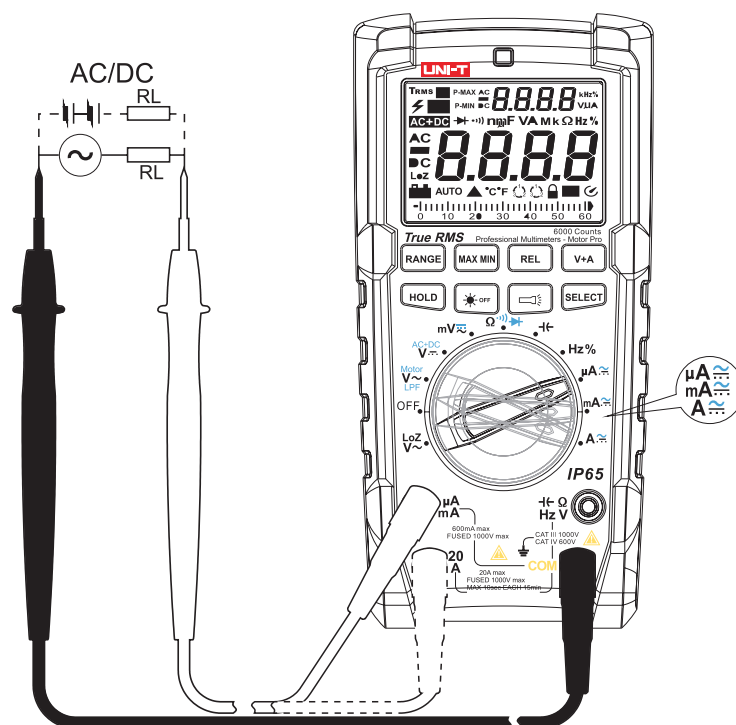

Abbildung 8
11. AC-/DC-Strommessung (siehe Abbildung 8)